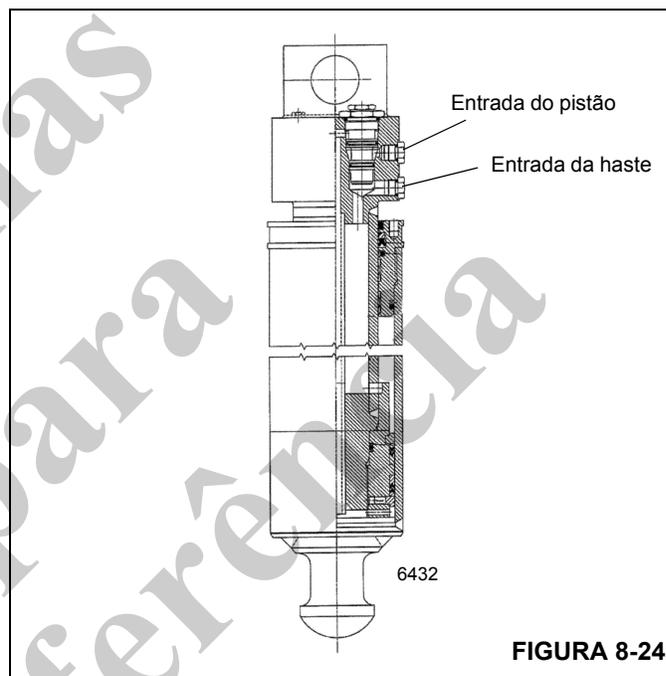

FIGURA 8-24
2. Remova a mangueira do lado da haste do cilindro do cilindro do macaco suspeito de estar com vazamento (Figura 8-24). O óleo fluirá até que a cavidade no bloco de entradas do cilindro se esvazie. Quando a cavidade no bloco de entradas estiver vazia, o óleo deve parar de fluir da entrada do lado da haste.
2. Remova a mangueira do lado do pistão do cilindro do cilindro do macaco suspeito de estar com vazamento (Figura 8-24). O óleo fluirá até que a cavidade no bloco